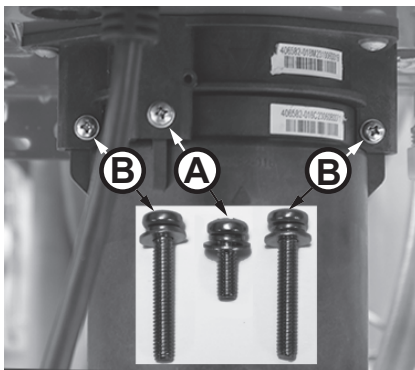

Figura 201 - Identifique los tornillos del cartucho
5 Ubique los tres (3) tornillos que fijan el cartucho X3®/de derivación como se muestra en la Figura 201. Retire el tornillo M4-12 mm **A** y los dos tornillos M4-25 mm **B** del cartucho. Deje los tornillos a un lado en un lugar seguro para volver a instalarlos.